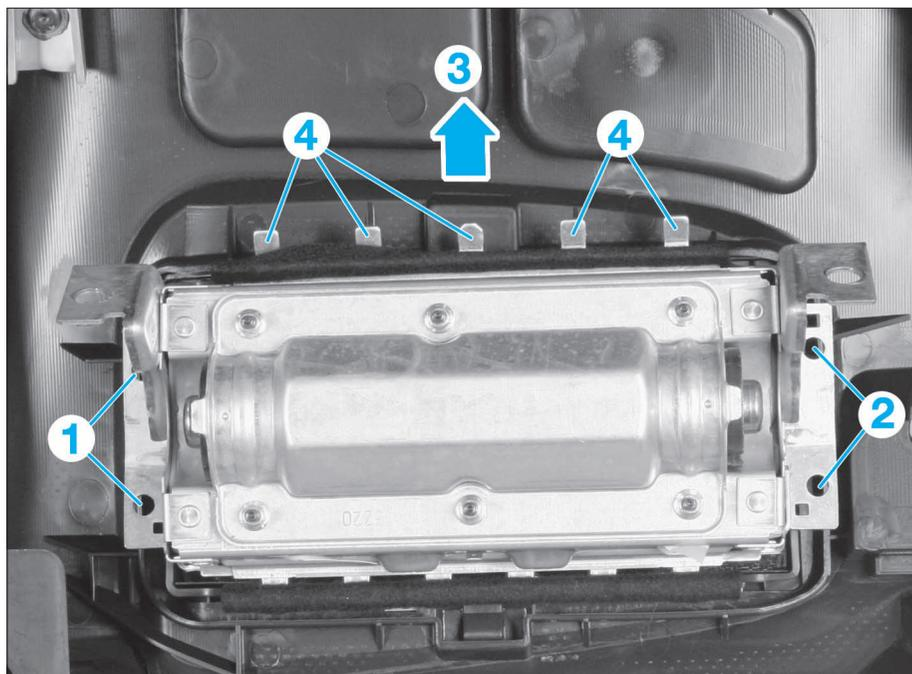

FIG. 4
- Déposer les vis de fixation (1) et (2) du module d'airbag sur le support (Fig.4) ou écarter le support du module d'airbag (3) pour libérer les clips (4).